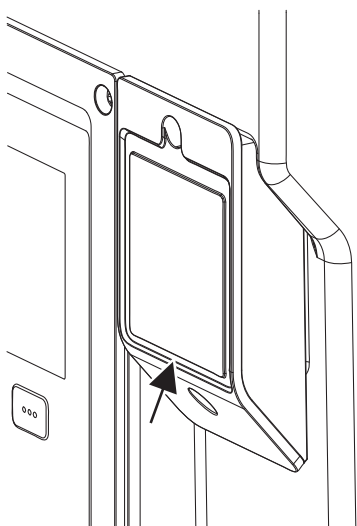

Fig. 28: Pārsegs Wilo-Smart Connect moduļim BT
1. Atskrūvējiet Wilo-Smart Connect moduļa pārsega skrūvi (Fig. 28) un atveriet pārsegu.
Wilo-Smart Connect moduli BT tā konstrukcijas dēļ var iespraust tikai vienā pozīcijā. Papildu moduļa fiksācija netiek veikta. Wilo-Smart Connect moduļa pārsegs (Fig. 28) uz elektronikas moduļa augšdaļas stingri notur moduli saskarnē.